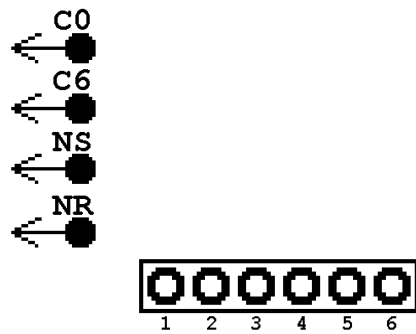

Figure 2: Элемент PINS.SYM и его PRT-образ.
5. (a) В PCCAPS создать элемент PINS.SYM, как показано на рис.2а, указав атрибут "PWGD=(5=GND,6=VDD)" и сделав все необходимые установки.
- (b) В PCCARDS создать PINS.PRT, как показано на рис.2б.